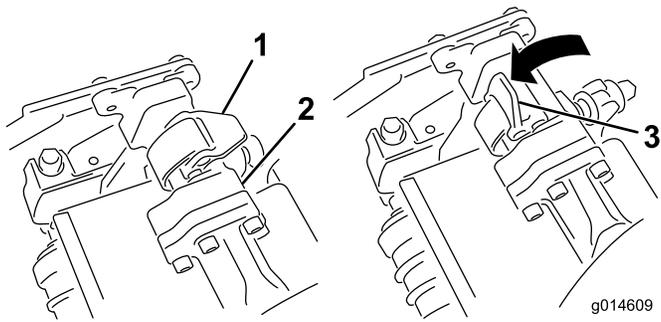
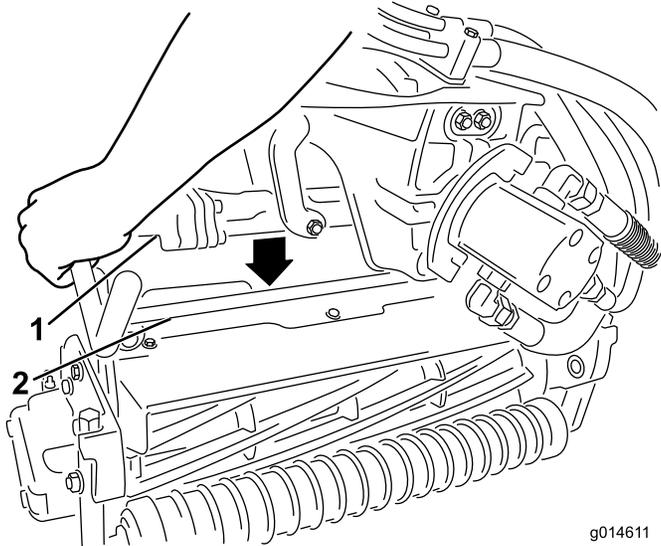

图13
图14
9. 当悬挂臂杆上的门锁指向上方（即打开）时（图 13），向下压悬挂臂，使悬挂臂杆与滚刀组顶部的横杆相契合（图14）。
10. 向下并绕着滚刀组横杆关闭闩锁，将它们锁定到位（图13）。